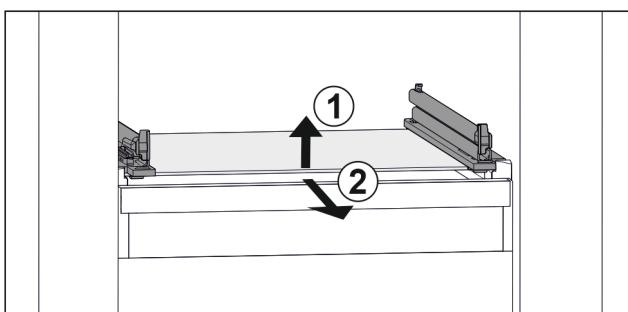

Fig. 106 Příklad znázornění skleněné desky
- Nadzvědněte skleněnou desku vpředu. Fig. 106 (1)
- Vyjměte skleněnou desku dopředu. Fig. 106 (2)